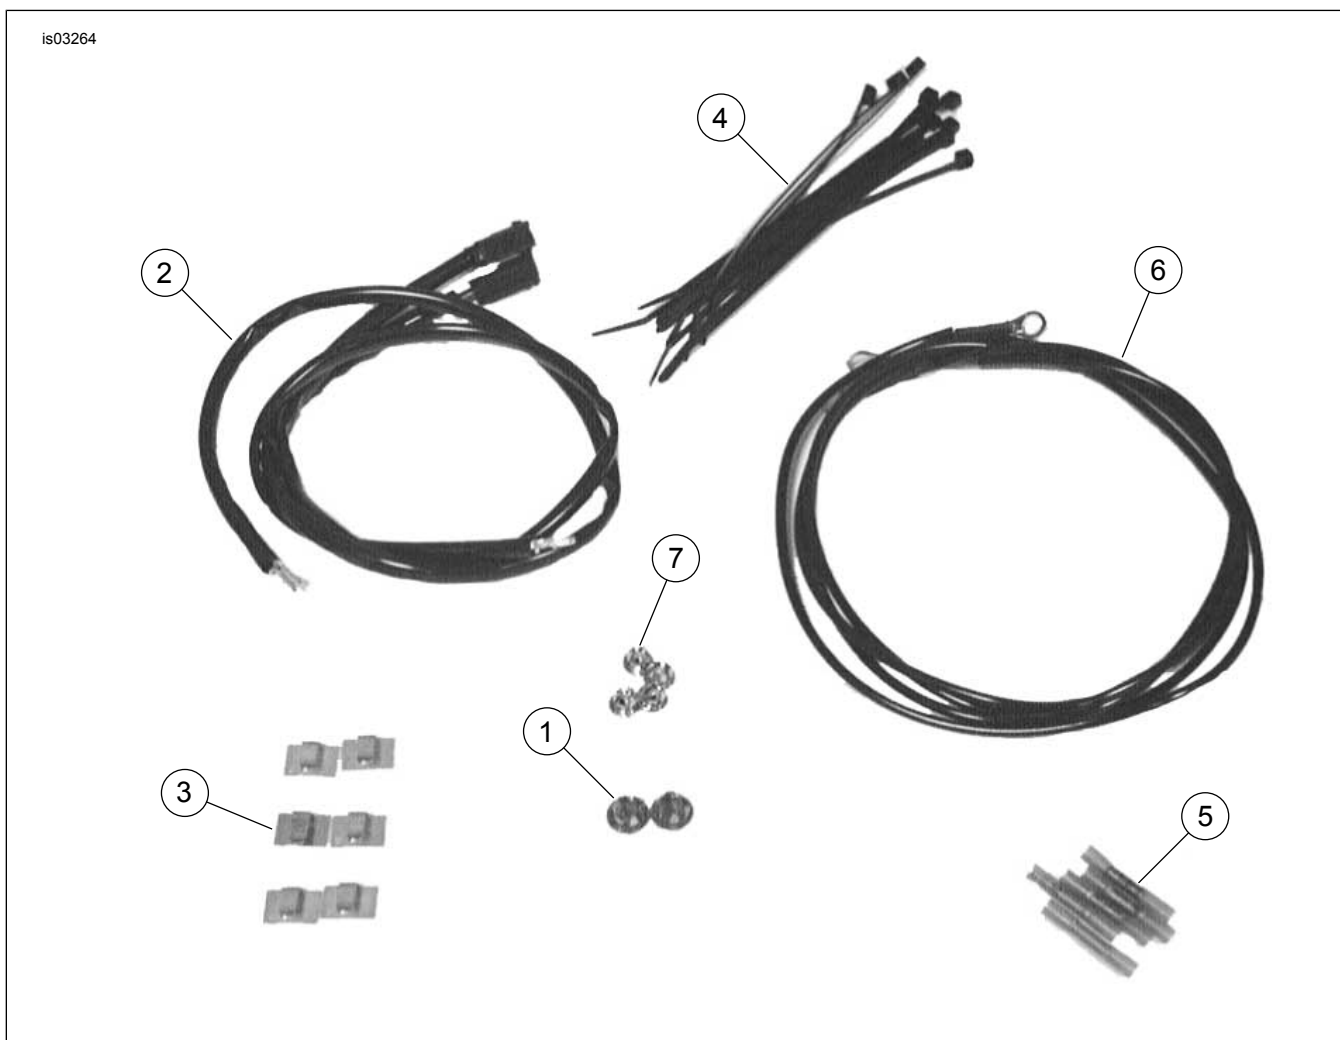

Figura 19. Parti di ricambio: kit cablaggio degli indicatori di direzione (72509-00)
1. Vedere Figura 19. Installare i terminali nei connettori degli indicatori di direzione (a 2 vie) nelle posizioni precedentemente annotate. Vedere CONNETTORI ELETTRICI AMP MULTILOCK nel manuale di manutenzione.
2. Collegare la parte femmina del connettore degli indicatori di direzione alla parte maschio del connettore del cablaggio (2).
3. Staccare il rivestimento protettivo dall'adesivo di due fermi (3) e installarli sulla piastra di sostegno.
- a. Misurare e tagliare un tratto di filo del cablaggio (Figura 19, elemento 2) fornito nel kit.
- c. Usando connettori a giunto di testa (Figura 19, elemento 5), collegare il ponticello tra il filo originale e l'estremità del terminale.